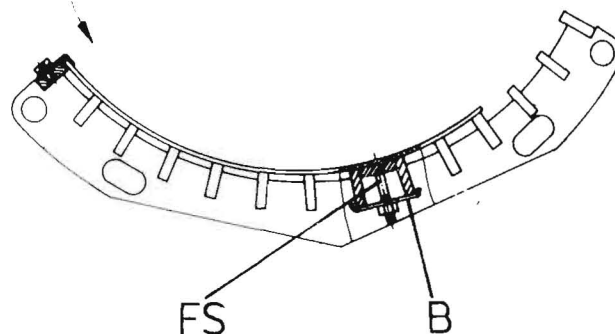

Bild 6/78
Im hinteren Teil erfolgt die Verschraubung zwischen Reibegewebe und Dreschkorb mit Hilfe von Flachrundschräuben (Schloßschrauben) (FS), der Brücke (B) und Sechskantmuttern mit Kontermutter (Bild 6/78).